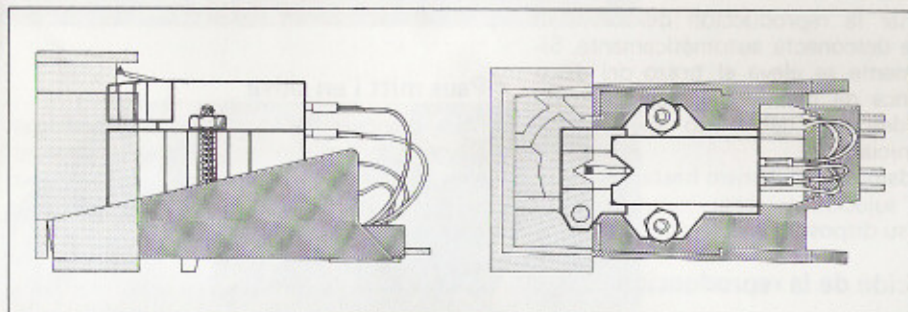

Fig. 15
1. Zur Montage des Tonabnehmersystems lösen Sie den Systemträger (5) vom Tonarm, indem Sie den Tonarmgriff (4) nach hinten drücken. Halten Sie dabei den Systemträger fest, da er nach Öffnen der Verriegelung herunterfällt.
2. Befestigen Sie das Tonabnehmersystem unter Verwendung des dem Tonabnehmersystem beigefügten Zubehörs auf dem Systemträger. Zu beachten ist, daß das Tonabnehmersystem mit der Systemlehre am geometrisch richtigen Ort für die Abtastnadelspitze im Systemträger montiert wird (Fig. 15).
1. To mount the cartridge, detach the cartridge holder (5) from the tonearm by pressing the tonearm lift (4) backward, while holding the cartridge holder with your hand to prevent its falling down when the lock is released.
2. Using the hardware provided, mount the cartridge on the cartridge holder. Use the gauge to make sure that the cartridge is mounted in the geometrically proper place in the cartridge holder (Note location of stylus tip in fig. 15).